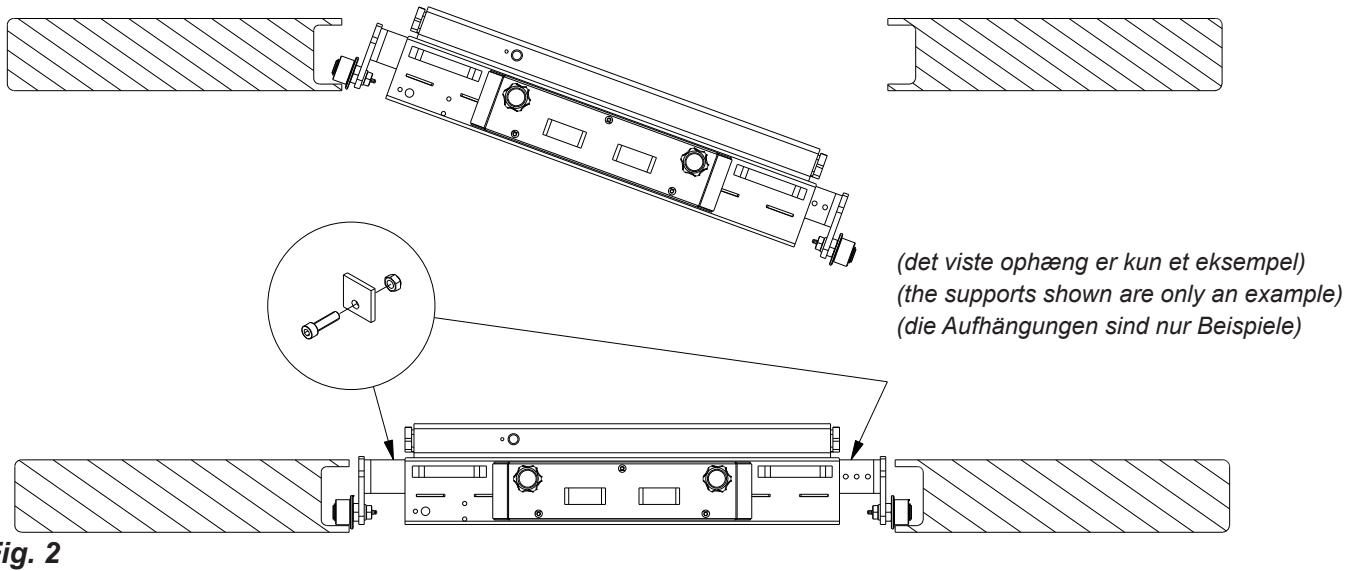
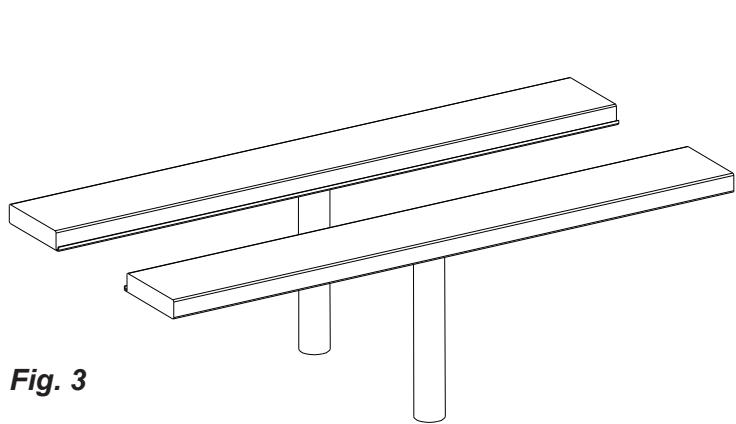
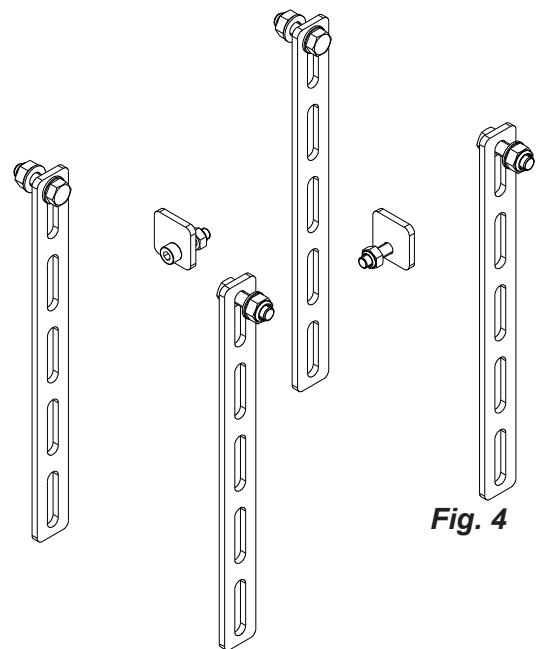

Fig. 2
Fig. 3
Fig. 4
(NO) Hvis der er nedstyrningsfare (flade ophæng, ruller uden styr o.l.) skal ophængene sikres mod nedstyrning ved at låse udtrækkene, når ophængene støtter korrekt i begge sider. De relevante ophæng omfatter 2 firkantede låseplader med skrue og møtrik, som monteres i hver sit udtræk (se figur 2). Hvis der desuden vurderes at være fare for afsporing af saksedonkraften, skal ophænget sikres yderligere, især ved liftypen som fig. 3, der har svært ved at holde kørebanerne parallelle. Sikringens udførelsel beror på montørens vurdering i hvert enkel tilfælde. Alle relevante ophæng indeholder sikkerhedskit 6235325 eller 6235330 (fig. 4), som tilpasses ophæng og lift i henhold til montørens vurdering.
To ensure against collapsing (flat support arms, rolls without steering etc.) the support arms must be secured by locking them, once the supports are resting safely in both sides. The relevant supports include 2 square joints with screw and nut to be mounted one in each support arm (please refer to fig. 2). In case of danger of derailing or any other form of crashing it is important to take the relevant precautions, especially for lift types as fig.3. There may be difficulties in having this lift type keep the ramps parallel. It is up to the assessment of the serviceman how to carry out the securing of the support arms in each case. All relevant support arms include safety-kit 6235325 of 6235330 (fig. 4), which can be adapted to lift and support arms depending on an individual assessment done by the serviceman.
Um einen Einsturz zu verhindern (flache Stützarme, Rollen ohne Führung usw.), müssen die Stützarme gesichert werden, indem sie verriegelt werden, sobald sie sicher auf beiden Seiten aufliegen. Die entsprechenden Unterstützungen umfassen 2 viereckige Verbindungen mit Schraube und Mutter, von denen an jedem Stützarm eine montiert werden muss (siehe Abb. 2). Bei Gefahr der Entgleisung oder irgendeiner Art vom Absturz, muss man sich zusätzlich sichern, besonders bei Lift Typen wie fig. 3, da es schwierig sein kann, die Fahrbahnen parallel zu halten. Der Monteur soll in jedem einzelnen Fall beurteilen, wie die Ausführung der Sicherung der Aufhängungen ausgeführt werden muss. Alle relevanten Aufhängungen sind mit Teilen des Sicherheits-Sets (Art. 6235325 oder 6235330, Abb. 4) ausgestattet, die an Aufhängung und Lift anzupassen sind (nach Ermessen des Monteurs).
Pour éviter toute chute (bras de support plats, rouleaux sans direction, etc.), les bras de support doivent être sécurisés par verrouillage une fois les supports reposant en toute sécurité des deux côtés. Les supports concernés comprennent 2 joints carrés avec boulon à monter (un par bras support), veuillez vous reporter à la fig. 2. En cas de danger de déraillement veuillez prendre d'avantage de précautions surtout à l'utilisation des ponts élévateurs (voir fig. 3) qui arrivent difficilement à garder les rails/chemins de roulement parallèle. Chaque cas doit être étudié par l'installateur qui choisit les actions à prendre. Tous les bras de soutien comprennent le kit de sécurité 6235325 ou 6235330 (fig. 4) qui peut être adapté pour soulever et soutenir les bras en fonction de l'évaluation individuelle effectuée par le technicien de maintenance.
För att förhindra att produkten kollapsar (ihopsjunkna stödarmar, rullar utan styrning osv.) måste stödarmarna säkras genom att läsas när stöden står stadigt på båda sidor. De tillhörande stöden inkluderar 2 fyrkantiga fästen med skruv och mutter som ska monteras på varje stödarm enligt beskrivning i bild 2. Om det dessutom kan finnas risk för att saxdomkraften kommer ur spår ska du säkra uppståndningsanordningen ytterligare, särskilt vid liftypen som fig. 3, som har svårt med att hålla körbanorna parallella. Hur säkringen görs beror på montørens bedömning i de olika fallen. Alla relevanta stödarmar innehåller säkerhetssats 6235325 eller 6235330 (fig. 4),
Als beveiliging tegen ineenklappen (platte steunarmen, rollen zonder besturing etc.) moeten de steunarmen worden vastgezet door ze te vergrendelen nadat de steunen veilig in beide zijden rusten. De betreffende steunen omvatten twee vierkante verbindingsstukken met schroef en moer die elk in een steunarm moeten worden gemonteerd (zie fig. 2). Het is belangrijk dat de nodige voorzorgsmaatregelen worden getroffen om de kans op ontsporing of vallen te voorkomen, in het bijzonder bij hefbruggen zoals fig. 3. Het parallel laten lopen van dit heftoestel met de hefbrug kan lastig zijn. De installateur zal bij iedere plaatsing afzonderlijk moeten beoordelen op welke wijze de draagarmen dienen te worden gezeerd. Alle relevante steunarmen omvatten veiligheidsset 6235325 van 6235330 (afb. 4), die kunnen worden aangepast om armen te tillen en ondersteunen, volgens de individuele beoordeling van de technicus.
En caso de riesgo por desplome (brazos de soporte planos, rodillos sin guía, etc.), los soportes deben asegurarse bloqueando los brazos de soporte, una vez que los soportes estén colocados de forma segura en ambos lados. Los soportes correspondientes incluyen 2 placas cuadradas con tornillo y tuerca, que deben montarse en cada brazo de soporte (consulte la ilust. 2). Si el riesgo de descarrillamiento continua, es necesario tomar las precauciones relevantes, especialmente en plataformas elevadoras como la de la fig. 3, que presentan dificultad para mantener las rampas paralelas. Es responsabilidad del experto asegurarse de la seguridad con respecto al uso de los brazos de soporte. Todos los brazos de apoyo correspondientes incluyen el equipo de seguridad 6235325 o 6235330 (fig. 4), que se puede adaptar a los brazos de elevación y apoyo dependiendo de la valoración realizada en cada caso por el técnico de servicio.
Se sussiste il pericolo di caduta (sospensioni piatte, rulli fuori guida ecc.), prevenire la caduta delle sospensioni fissando le prolunghe dopo aver supportato correttamente le sospensioni a entrambi i lati. Le sospensioni in oggetto comprendono due piastre di bloccaggio quadrate con vite e dado, da montare nella corrispondente prolunga (fig. 2).
Se persiste il pericolo di sfilamento del martinetto a pantografo, bloccare ulteriormente le sospensioni, in particolare nelle configurazioni di sollevamento mostrate in fig. 3, dove è difficile mantenere parallele le corsie. Tutte le sospensioni in oggetto comprendono un kit di sicurezza 6235325 o 6235330 (fig. 4), che l'installatore dovrà applicare a sospensioni e sollevatore in base a valutazione specifica.